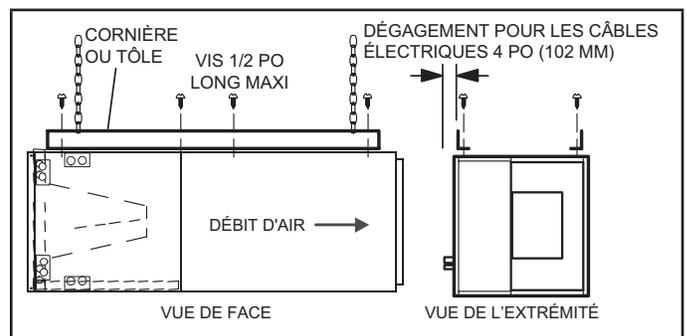

FIGURE 6. Suspension d'une unité horizontale
- 5 - Si l'unité est suspendue, elle doit être supportée sur toute sa longueur. Lorsqu'une chaîne ou une bande métallique est utilisée, fixez un morceau de cornière ou de tôle sur l'unité (au-dessus ou en dessous) de manière à ce que toute la longueur de l'unité soit supportée. Utilisez des vis de 1/2 po de long maximum de manière à ne pas endommager le serpentin ou le filtre. Voir la figure 6. Connectez les plenums d'air d'alimentation et de retour à l'aide de vis à tôle.
- 12 - Si l'unité est suspendue, elle doit être supportée sur toute sa longueur. Lorsqu'une chaîne ou une bande métallique est utilisée, fixer un morceau de cornière ou de tôle sur l'unité (au-dessus ou en dessous) de manière à ce que toute la longueur de l'unité soit supportée. Utilisez des vis de 1/2 po de long maximum de manière à ne pas endommager le serpentin ou le filtre comme illustré à la figure 6. Connectez les plénums d'air d'alimentation et de retour à l'aide de vis à tête.